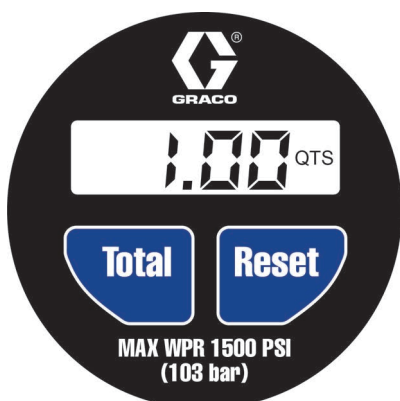

BILD 8
3. Tryck och håll in knappen **TOTAL** tills 1.00 QTS (eller 1.00 L) visas på displayen utan att blinka. BILD 8 visar mätaren som visar att 1.00 QTS har matats ut.